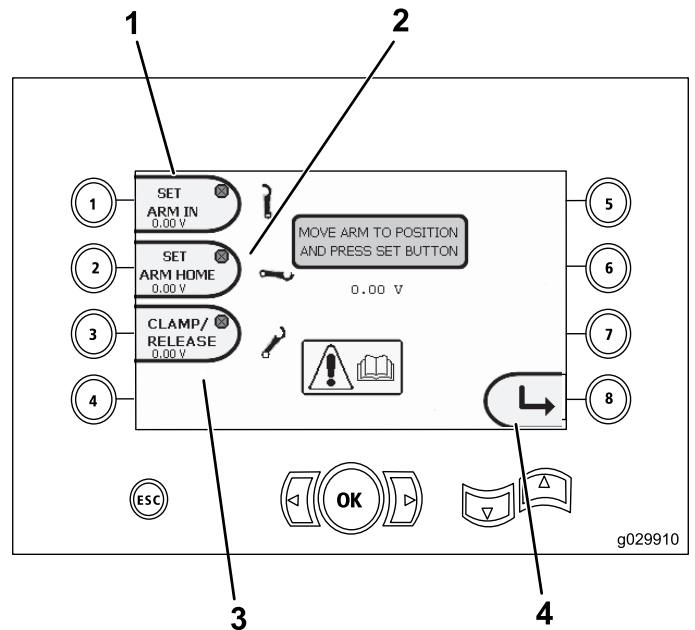

Bild 19
- Taste 1: Arm auf In-Position einstellen (Bild 19)
- Taste 2: Arm auf Home-Position einstellen (Bild 19)
- **(Nur Softwareversion K und höher)** Taste 3: Einspannen bzw. Loslassen (Bild 19)